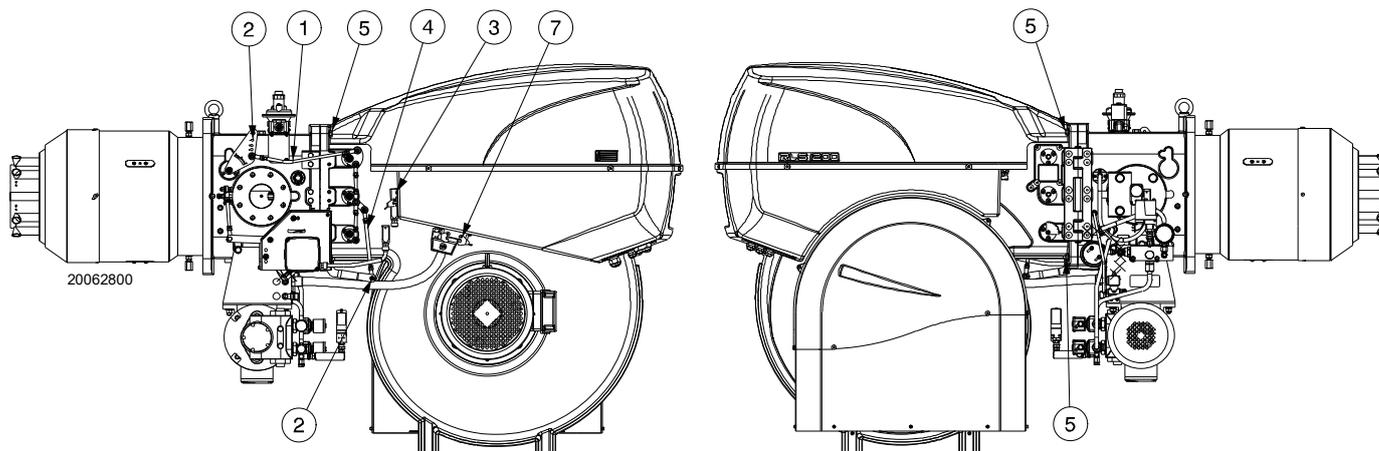

Abb. 43
- Entfernen Sie nach dem Lösen der Mutter 2) die Zuganker 1) und 4) (Abb. 43) des Hebels zum Bewegen des Kopfs und zum Öffnen der Klappen.